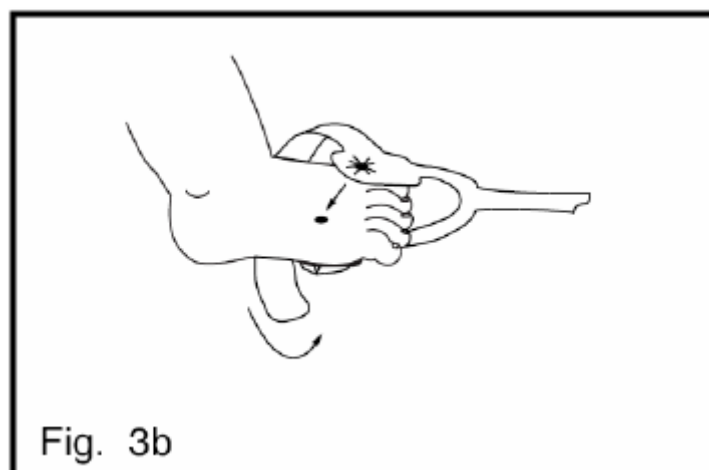

Fig. 3b
5. Enrole a tira adesiva em volta do pé, assegurando que a janela do emissor (estrela vermelha), na parte superior do pé, fica em oposição direta à localização do detector. Enquanto coloca a tira adesiva para fixar o sensor, certifique-se de que é mantido o alinhamento correto das janelas do detector e do emissor (fig. 3b).